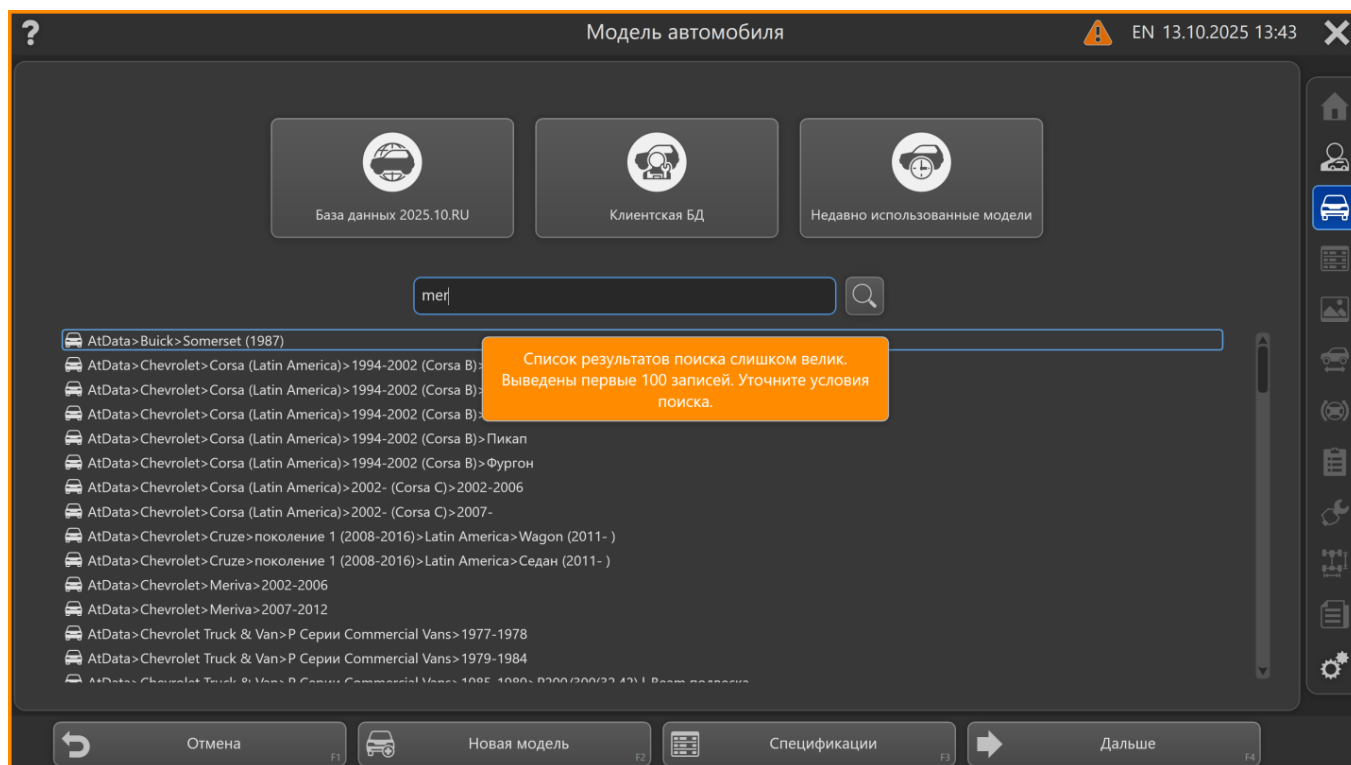

Рисунок 6.13 - Окно поиска модели автомобиля
- Использование строки «Поиск» - в поле поиска ввести минимум 3 символа и нажать кнопку . Программа автоматически отфильтрует список, отобразив только модели, соответствующие введенным символам (рис.6.13);